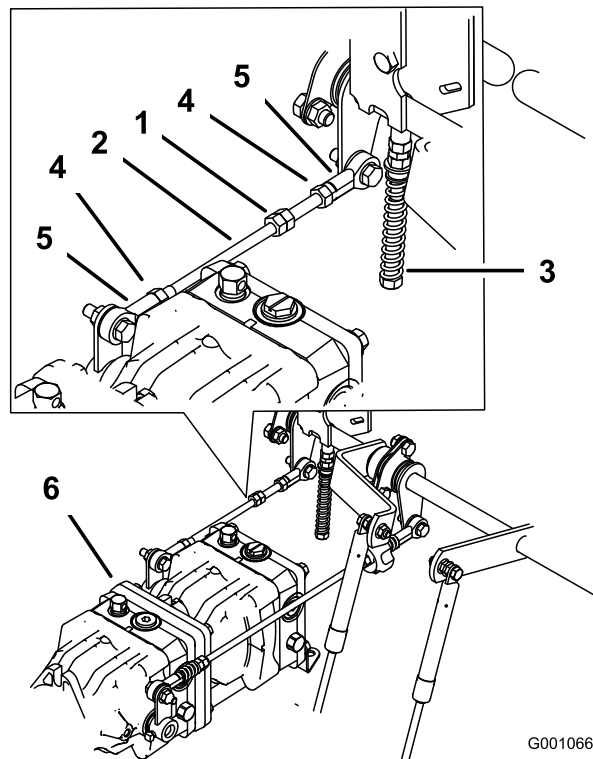

Figura 88
1. Afloje las contratuercas de la articulación esférica de la varilla de control de la bomba (Figura 88).
3. Ajuste la longitud de la varilla de la bomba girando las tuercas dobles de la varilla, en el sentido apropiado, hasta que la rueda quede estacionaria o se mueva muy lentamente en marcha atrás (Figura 88).
6. Apriete las contratuercas de las articulaciones esféricas (Figura 88).